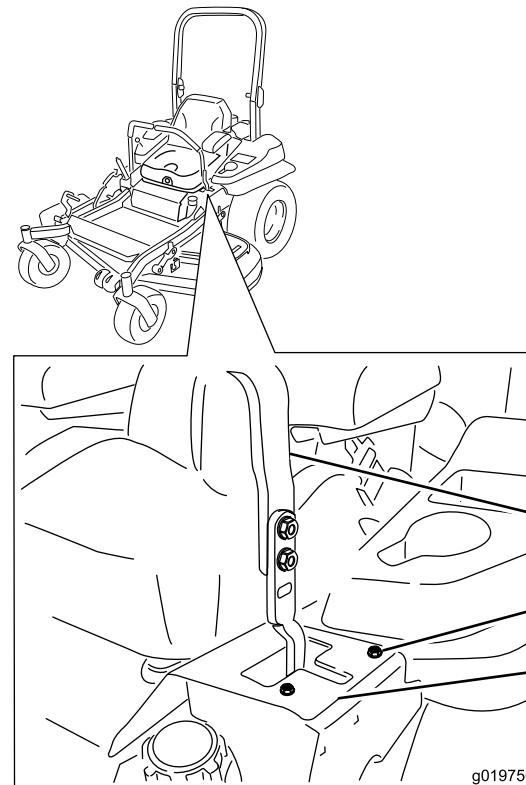

Figure 61
fente en T gauche, jusqu'à ce que la machine se déplace en ligne droite (Figure 61).
7. Si elle se déporte à gauche, desserrez les boulons et déplacez la plaque de butée droite en arrière sur la fente en T droite, jusqu'à ce que la machine se déplace en ligne droite (Figure 61).
8. Serrez les boulons de la plaque (Figure 61).